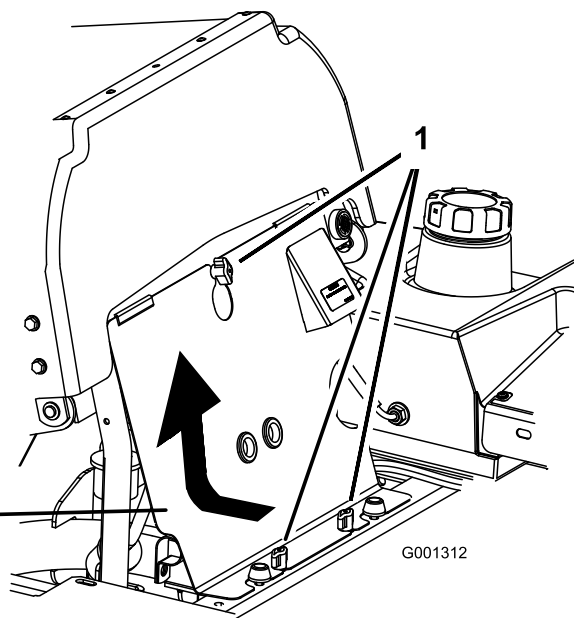

Figura 41
1. Inclíne el asiento hacia adelante y retire el panel delantero del motor (Figura 41).